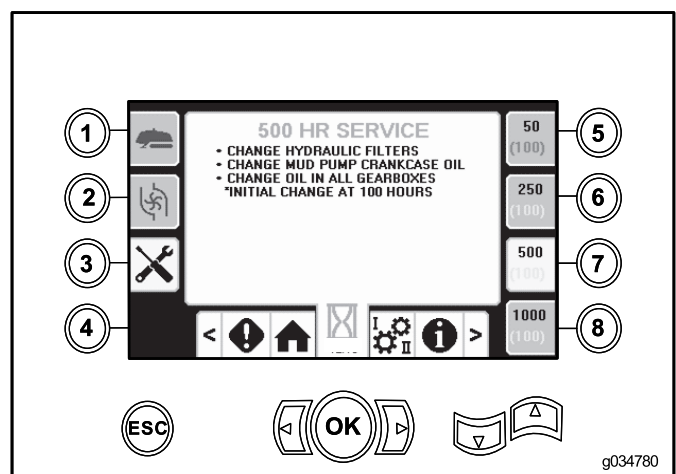

Figura 46
- Botón 7 – 500 horas (Figura 46)